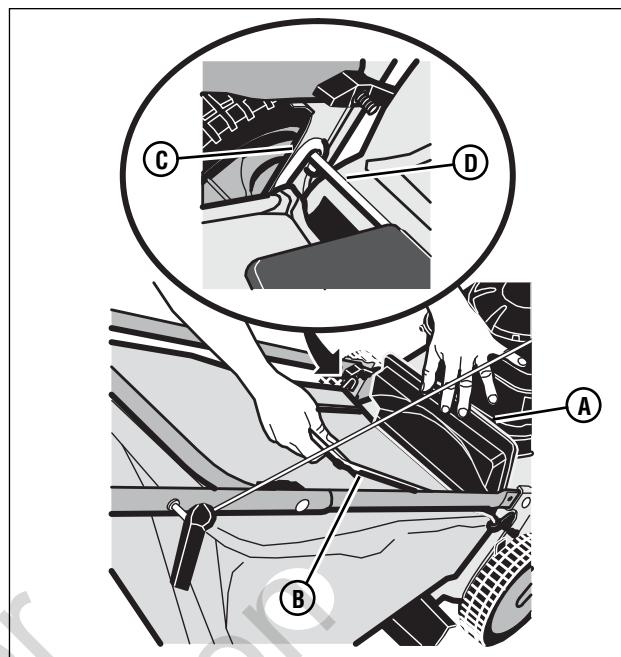

Figura 7: Montaje de la bolsa de césped
1. Para montar la bolsa de césped en el cortacésped, levante la puerta trasera (A, Figura 7). Sosteniendo la bolsa de césped mediante la manija (B), Monte los ganchos (C) de ambos extremos del armazón de la bolsa de césped sobre la barra-pivote (D) de la puerta trasera. Baje la bolsa de césped contra la parte trasera del cortacésped. Baje la puerta trasera.